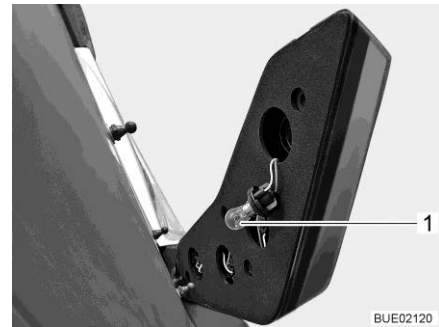

Bild 164 Bakbelysning
- Ta tag i borrhålen på husets baksida. Vrid sockeln (Bild 164,1) (bajonett-lås) och dra ur den. Exempel med bromsljus visas.